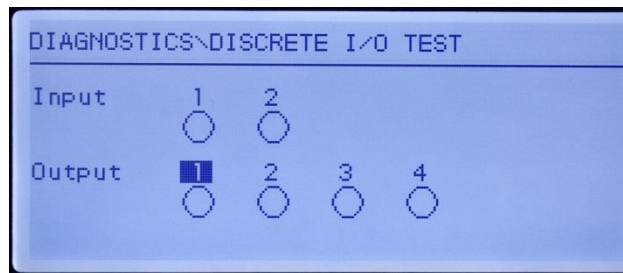

Figure 5-5 : Écran de test des E/S discrètes
- 2 Appuyez sur ENTRÉE pour passer à l'écran de diagnostic. Lorsque vous regardez l'écran de test, l'état de l'entrée est affiché en haut et celui de la sortie en bas de l'écran (Figure 5-5). La surbrillance se porte sur la première sortie n° 1.